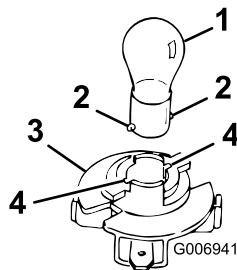

Bild 45
3. Drehen Sie die Birnenfassung um eine Viertelumdrehung nach rechts und nehmen die Birne aus dem Reflektor heraus (Bild 45).
4. Setzen Sie die Birne ein und drehen sie nach links bis zum Anschlag (ca. eine Viertelumdrehung), und nehmen sie die Birne aus der Birnenfassung heraus (Bild 45).
2. Stecken Sie den Sockel in die Fassung (Bild 45).